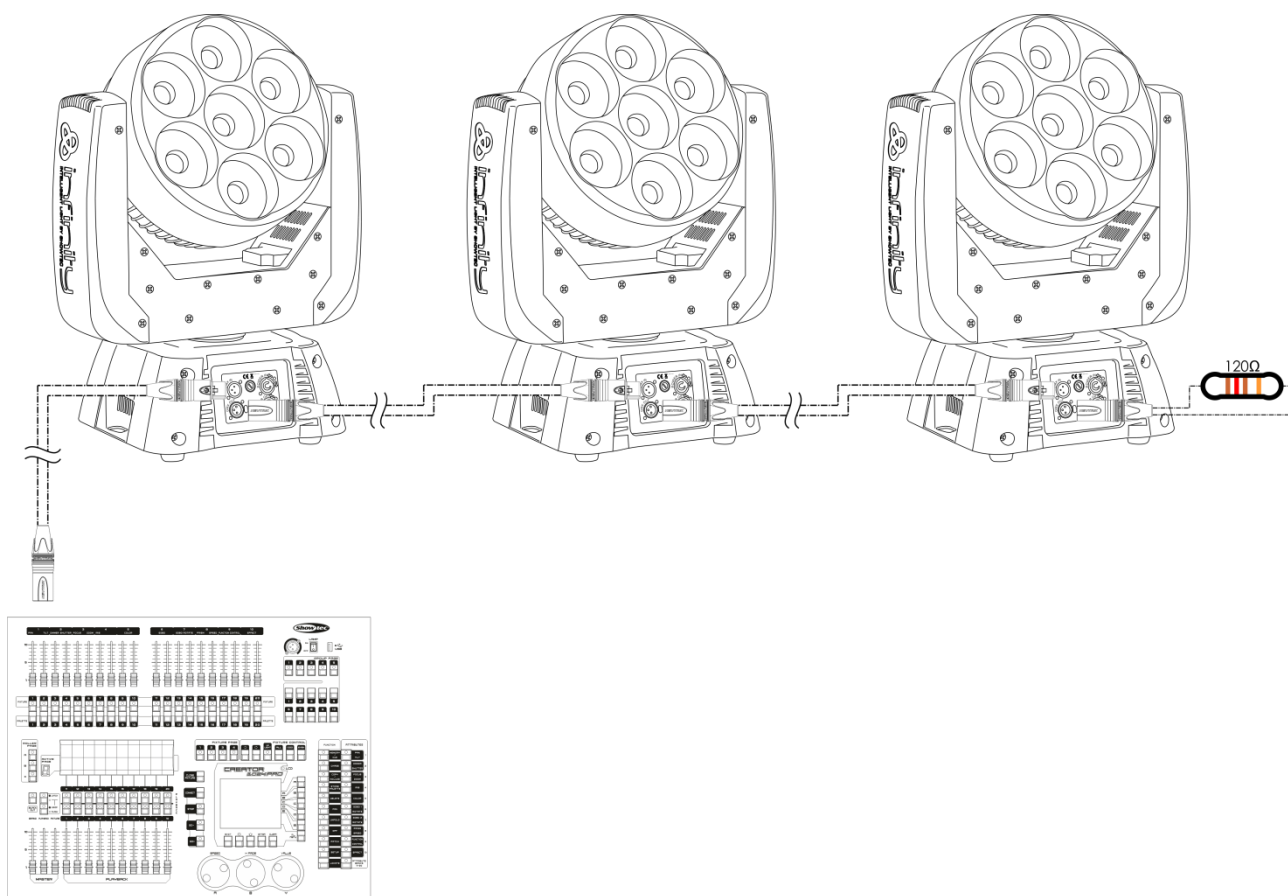

Abb. 04
04) Verbinden Sie die Geräte wie in Abb. 04 abgebildet. Schließen Sie den DMX-Ausgang des ersten Geräts mit einem DMX-Kabel an den Eingang des zweiten Geräts an. Wiederholen Sie diesen Vorgang, um das zweite, dritte und vierte Gerät ebenfalls zu verbinden.